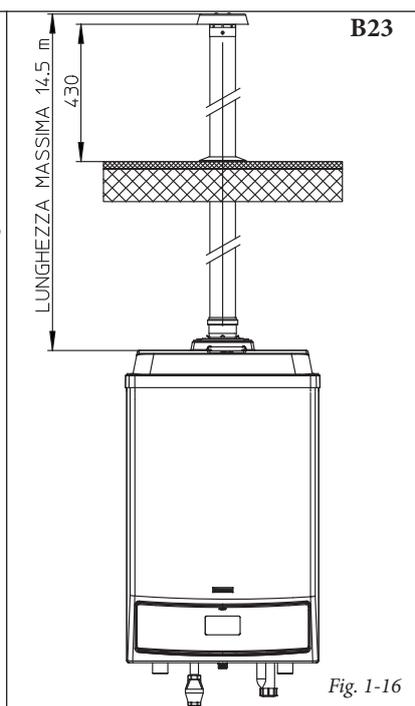

Fig. 1-16
- Prolunghe per kit di scarico verticale. La massima lunghezza rettilinea (senza curve) in verticale, utilizzabile per i tubi di scarico Ø 80 è di 14,5 metri (Fig. 1-16).